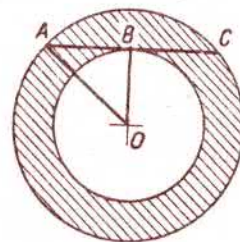

Рис. 2.
3. Диаметр прутка равен хорде AC, являющейся в то же время касательной к внутренней окружности трубки (рис. 2). Действительно, так как вес трубки и прутка при одинаковой длине пропорционален площади сечения, то для ответа на поставленный вопрос надо найти диаметр круга (сечение прутка), имеющего такую же площадь, как и сечение трубки. Площадь же сечения трубки равна разности площадей большого и малого кругов: $\pi \cdot OA^2 - \pi \cdot OB^2 = \pi (OA^2 - OB^2)$. Так как прямые OA, OB и AB образуют прямоугольный треугольник, то по известной теореме Пифагора $OA^2 - OB^2 = AB^2$; следовательно, площадь сечения трубки равна $\pi \cdot AB^2$, т. е. равна площади круга с диаметром, равным AC.